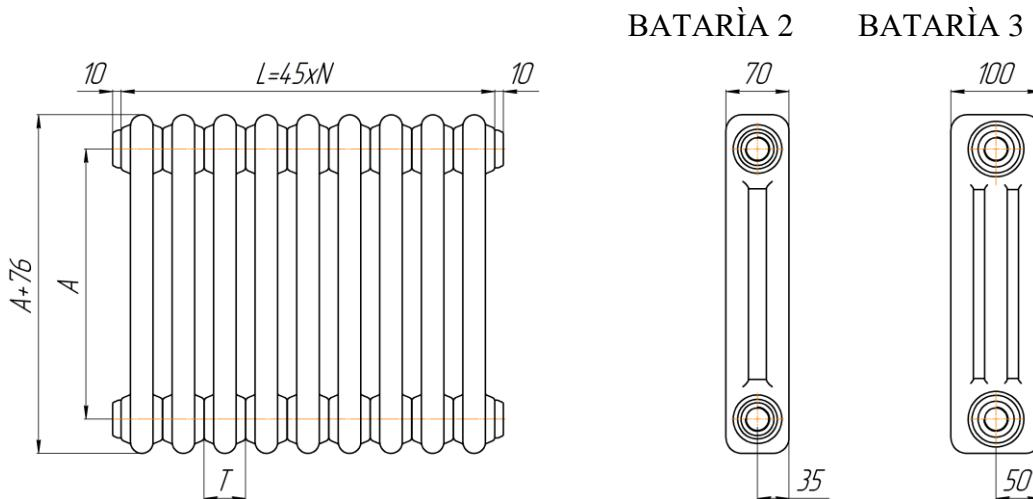

Рис. 1. Т – шаг (45мм), N – количество секций.
3.1. Основные размеры и параметры радиаторов приведены на рис. 1 и в таблице.